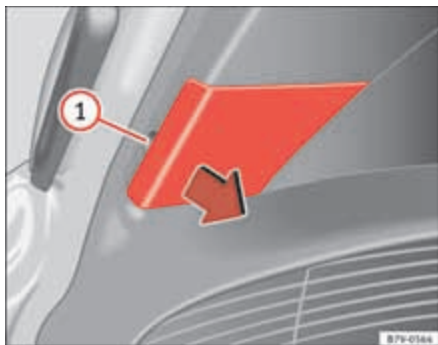

Fig. 206 En el portón trasero: Quitar la cubierta.
3. Extraiga la cubierta cuidadosamente haciendo palanca con la parte plana del destornillador de las herramientas de a bordo (⇒ página 334, fig. 195) por el rebaje ⇒ fig. 206 ①.